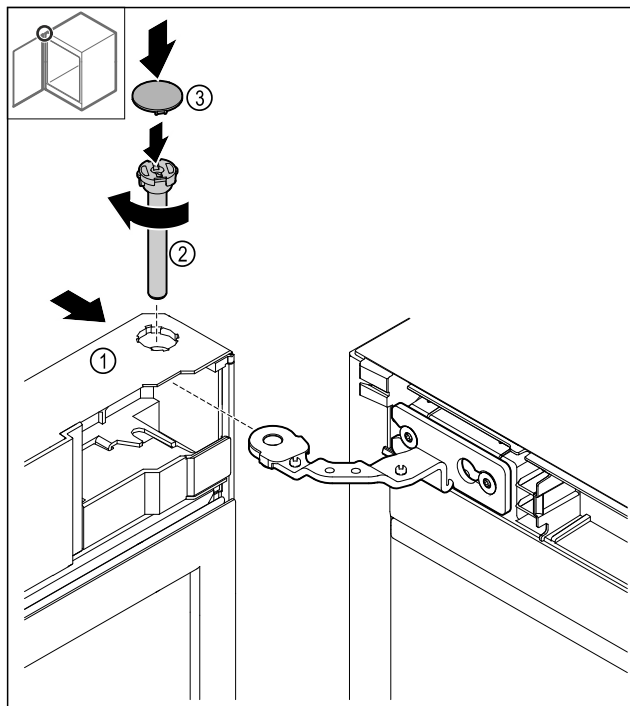

Fig. 50
- ▶ Насуньте двері Fig. 50 (1) на шарнір у напрямку згори донизу.
- ▶ Вставте палець Fig. 50 (2) і затягніть його за годинниковою стрілкою.
- ▶ Установіть кожух Fig. 50 (4).